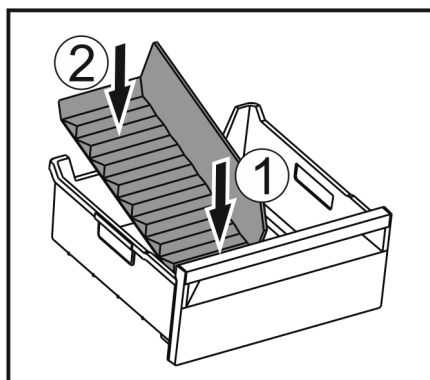

Fig. 177
- Inserire la parte anteriore del divisore dello scomparto del ghiaccio. Fig. 177 (1)
- Abbassare la parte posteriore del divisore dello scomparto del ghiaccio fino al fondo del cassetto. Fig. 177 (2)